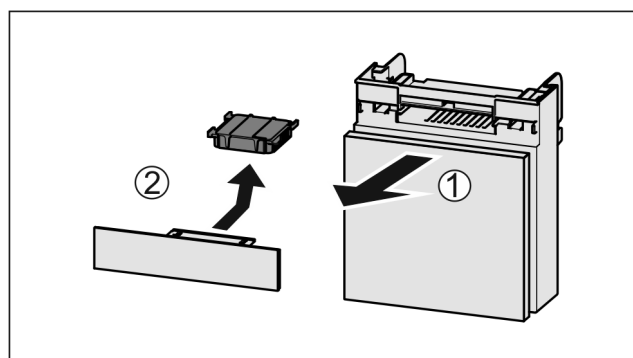

Fig. 55
- Estrarre il vano tirando in avanti Fig. 55 (1).
- Rimuovere il filtro a carboni attivi Fig. 55 (2).